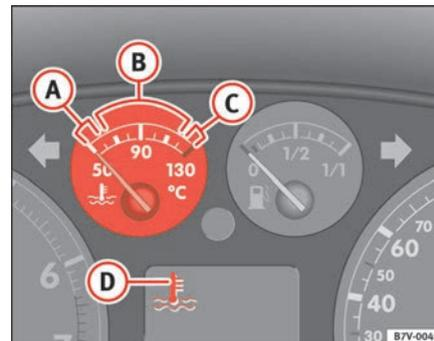

Fig. 45 Quadro strumenti: l'indicatore della temperatura del liquido di raffreddamento
Evitare i regimi elevati e le sollecitazioni forti del motore ⇒ fig. 45 ②.